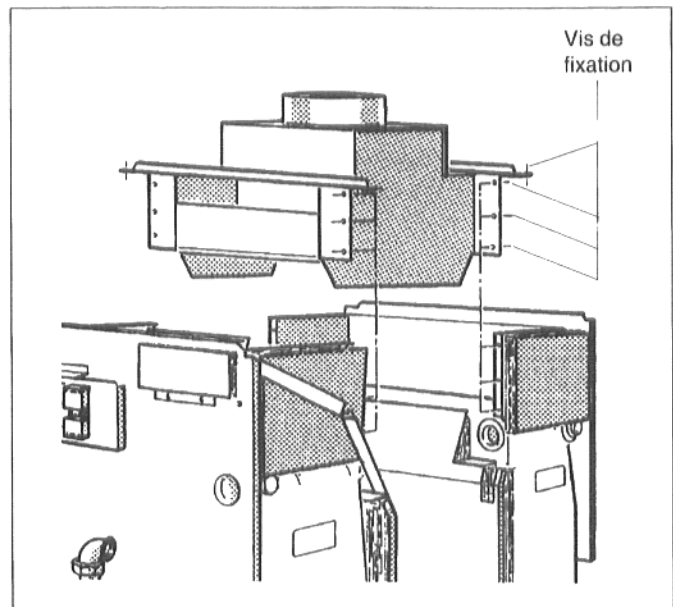

Fig. 8 : visser le collecteur commun chaudières G324 X D
- Visser le collecteur commun chaudières (fig. 8)